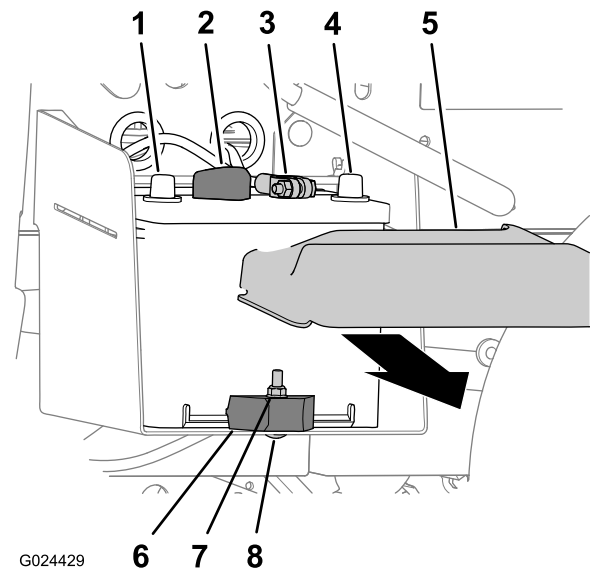

Bild 56
2. Schließen Sie das Minuskabel (schwarz) der Batterie vom Batteriepol ab (Bild 56).
3. Schließen Sie das Pluskabel (rot) der Batterie vom Batteriepol ab (Bild 56).
1. Drücken Sie die Seiten der Batterieabdeckung zusammen und nehmen Sie die Abdeckung von der Batterieoberseite ab (Bild 56).
2. Entfernen Sie die Sicherungsmutter, Schlossschraube und die Batterieklemme, mit denen die Batterie am Batteriefach befestigt ist (Bild 56).
3. Nehmen Sie die Batterie aus dem Batteriefach (Bild 56).
1. Fluchten Sie die Batterie mit dem Batteriefach der Maschine aus (Bild 56).
Hinweis: Stellen Sie sicher, dass die Plus- und Minuspole der Batterie so ausgefluchtet sind, wie in Bild 56 abgebildet.
2. Befestigen Sie die Batterie mit der Batterieklemme, der Schlossschraube und Sicherungsmutter am Batteriefach (Bild 56).
1. Schließen Sie das Pluskabel (rot) am Batteriepol an (Bild 56).
2. Schließen Sie das Minuskabel (schwarz) am Batteriepol an (Bild 56).
3. Setzen Sie die Batterieabdeckung oben an der Batterie auf (Bild 56).